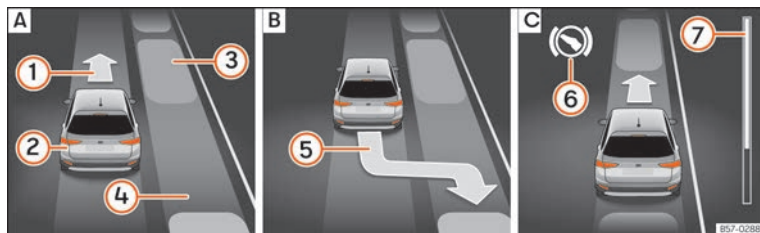
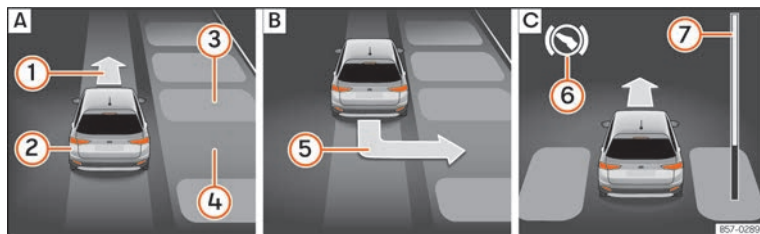

Fig. 251 Sur l'écran du combiné d'instruments : stationner en créneau. [A] Chercher une place de stationnement. [B] Position de stationnement. [C] Manœuvrer.
Fig. 252 Sur l'écran du combiné d'instruments : stationner en bataille. [A] Chercher une place de stationnement. [B] Position de stationnement. [C] Manœuvrer.
Légende de la **fig. 251** et **fig. 252** :
» **fig. 251 ⑦** et » **fig. 252 ⑦** affiche symboliquement la distance relative qu'il reste à parcourir à l'écran du combiné d'instruments. Plus la distance est grande, plus la barre de progression est remplie. En circulant en marche avant, le contenu de la barre de progression diminue vers le haut, et en circulant en marche arrière, il diminue vers le bas.
2.	Regardez sur l'affichage de l'écran du combiné d'instruments si la place « appropriée » a été détectée et si la position correcte pour stationner » fig. 251 B ou » fig. 252 B a été atteinte. La place sera considérée comme « appropriée » si l'indication de stationnement (5) apparaît à l'écran du combiné d'instruments.
6.	Reculez jusqu'à ce que retentisse le signal continu du ParkPilot. OU : reculez jusqu'à ce que l'indication de passer en marche avant » fig. 251 C ou » fig. 252 C apparaisse à l'écran du tableau de bord. OU : reculez jusqu'à ce que le message Park Assist terminé apparaisse à l'écran du combiné d'instruments. La barre de progression (7) indique la distance à parcourir » page 301.
7.	Appuyez sur la pédale de frein jusqu'à ce que le système de stationnement assisté ait fini de réaliser les braquages du volant. OU : jusqu'à ce que le symbole (S) s'éteigne à l'écran du combiné d'instruments.
9.	Avancez jusqu'à ce que retentisse le signal continu du ParkPilot. OU : avancez jusqu'à ce que l'indication de passer en marche arrière apparaisse à l'écran du combiné d'instruments. Le système de stationnement assisté dirige le véhicule en marche avant et en marche arrière jusqu'à ce qu'il soit centré sur la place » fig. 251 C ou » fig. 252 C .